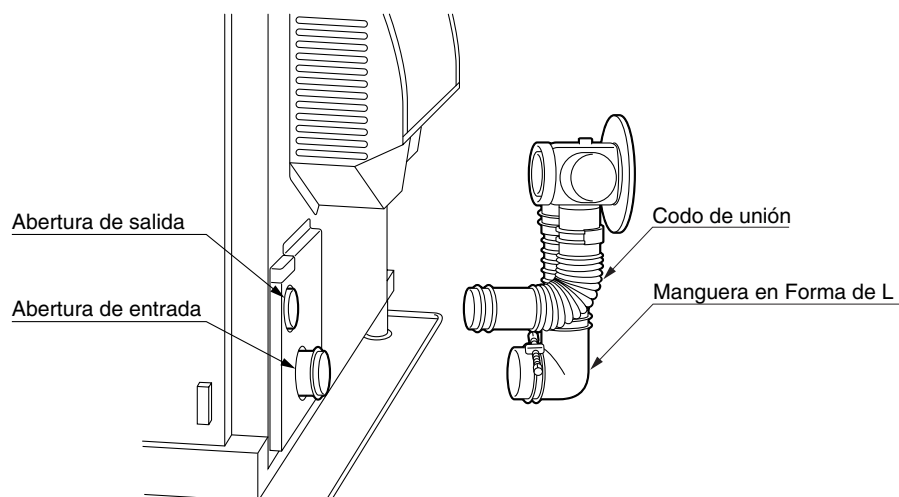

Figura 10
6. Lleve la estufa a su posición. Conecte el codo de unión en la abertura de salida de escape (abertura superior) y acople la manguera en forma de L en la abertura de entrada. Asegúrese de que todas las conexiones estén firmes (ver Figura 10).